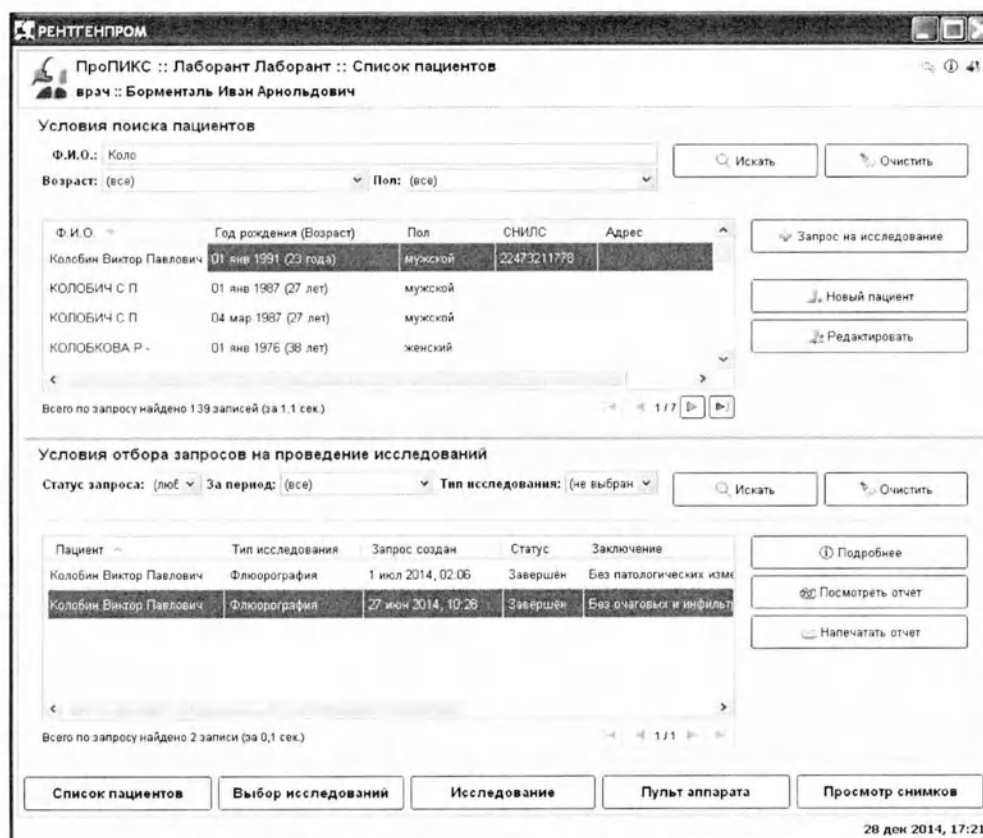

Рисунок 16 – Окно «Список пациентов»
Для этого нажать кнопку «Список пациентов» - откроется окно (рис.16), где нажать кнопку «Новый пациент» и при появлении диалога ввода информации о пациенте, заполнить все необходимые поля (Приложение «Регистратор»).
- выбрать пациента левой кнопкой «мыши» и нажать на кнопку «Назначить исследование», расположенную в верхней части главного окна программы (рис.16);